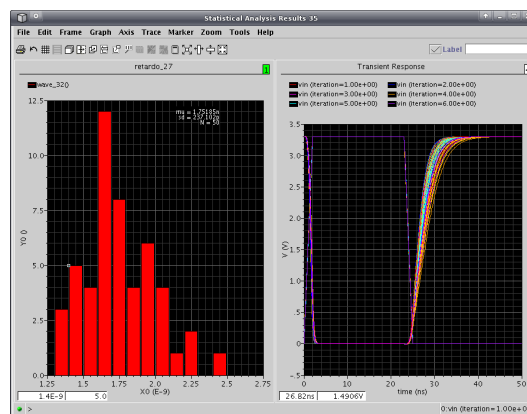

Figura 14: Ventana de resultados del análisis estadístico.
- Ejecute el análisis mediante **Simulation** ->**Run**. Después del tiempo necesario para correr cada una de las 100 simulaciones le aparecerá una ventana de resultados similar a la de la figura 14. Note que ahora la gráfica del retardo es un histograma de la función de probabilidad, se le proporcionan la media y la desviación estándar.